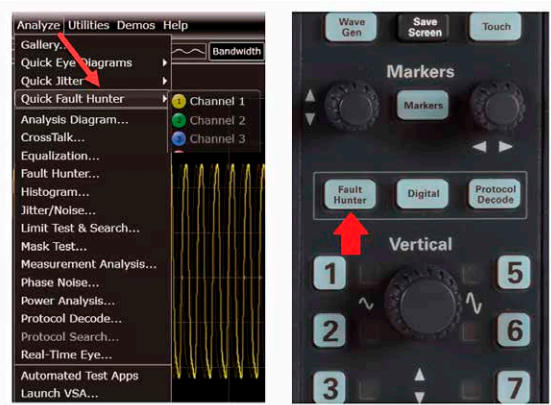

图 2. 使用一台 EXR 系列示波器，找到“分析”菜单（左侧）或前面板快捷键（右侧），选择“Fault Hunter”功能。
1. 首先，点击前面板上的 Quick Fault Hunter 键，如图 2 所示。Fault Hunter 开始对正常信号进行 30 秒的快速统计分析，以确定被测波形参数的平均值和标准偏差。在开始下一个测试之前，Fault Hunter 会触发并标记超出设置阈值的信号，自动定位问题信号。